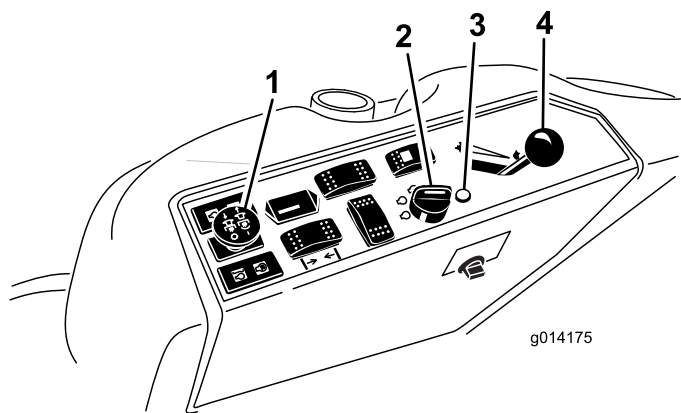

图21
4. 将动力输出PTO开关移至关闭位置图21。
- 将油门杆移至快速与慢速的中间位置图21。